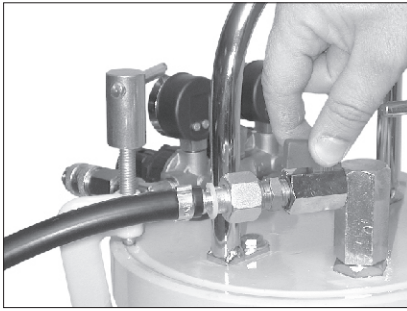

Fig. 13
- Ouvrir le robinet d'alimentation peinture (Fig. 13).